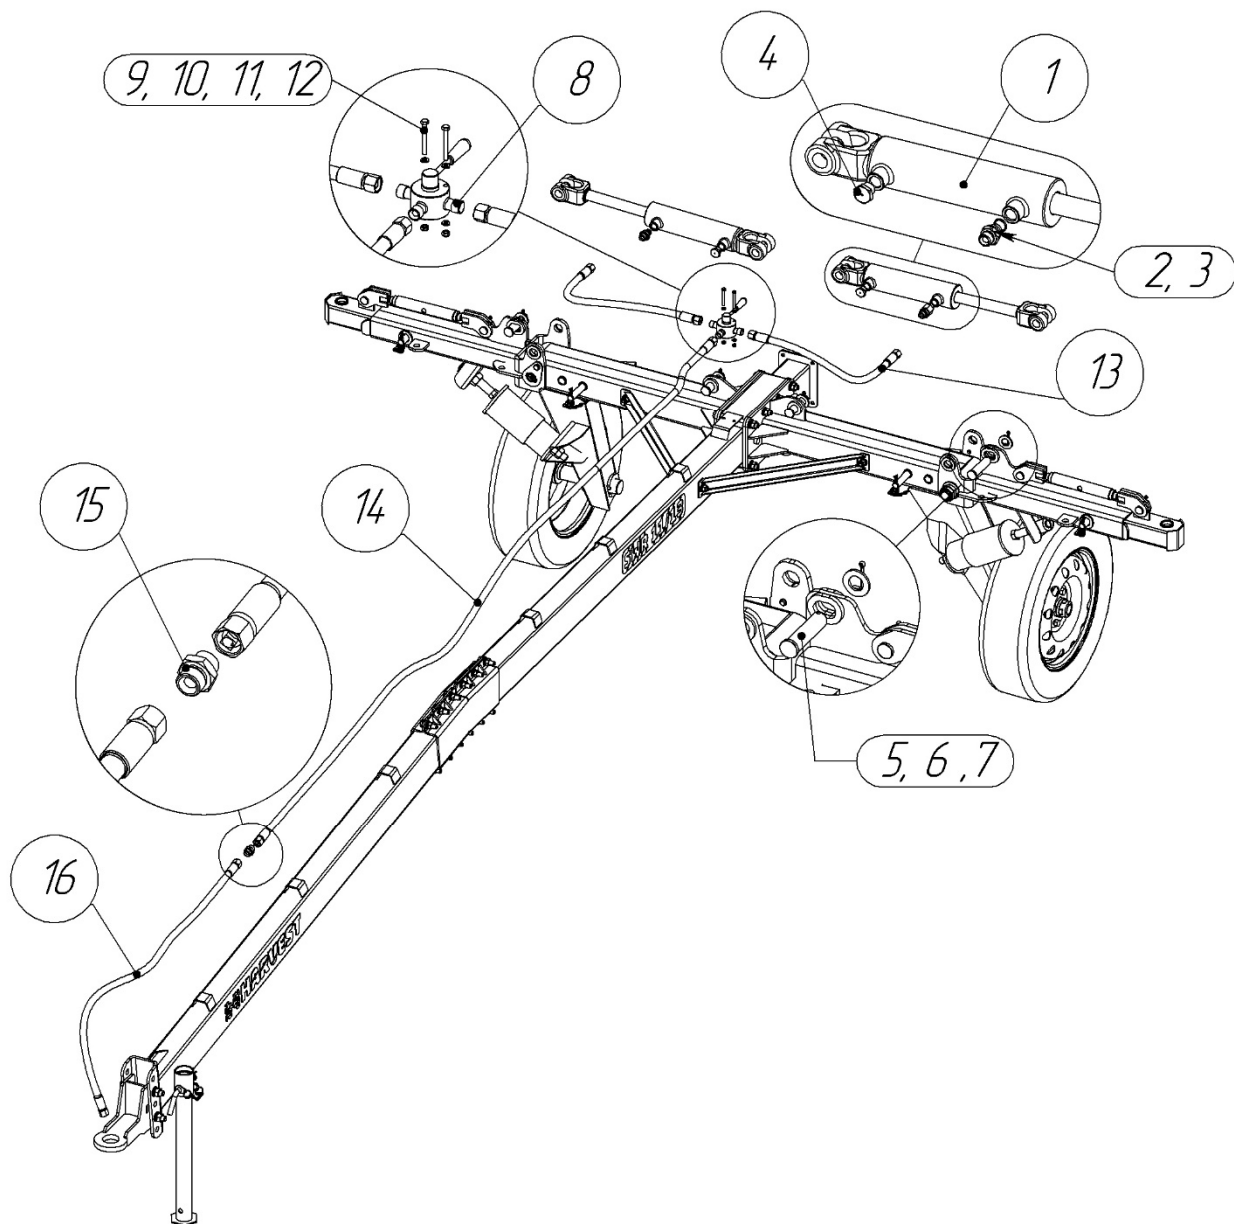

Рисунок 6 – Установка гидравлической системы подъема
Перед монтажом гидроцилиндра (1), удалите заглушки, закрутите в штоковую полость замедлитель (2) с уплотнительным кольцом (3), сапун (4) закрутите в поршневую полость (рисунок 6).
Совместите вилку ГЦ (1) с проушиной на балке опорного колеса [левой] и вилку штока ГЦ (1) с проушиной кулака поворотного (левый) и закрепите при помощи пальцев 25x100 (5, 6, 7), повторите операцию для балки опорного колеса (правая) (рисунок 6).
Соедините ГЦ(1) и трехходовой кран (8) рукавами высокого давления 0,6м. (13). Соедините рукав высокого давления 3,2 м. (14) с трехходовым краном (8) пропустив через удерживающие скобы на дышле и балке несущей (рисунок 6).